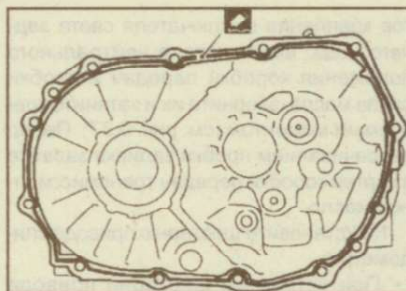

Рис. 9.171. Место нанесения герметика на привалочную поверхность картера
10. Очистите привалочные поверхности картеров сцепления и коробки передач. Проверьте привалочные поверхности на отсутствие трещин или повреждения. Нанесите на привалочную поверхность герметик Three Bond TB1215, Loctite №51813 (рис. 9.171).